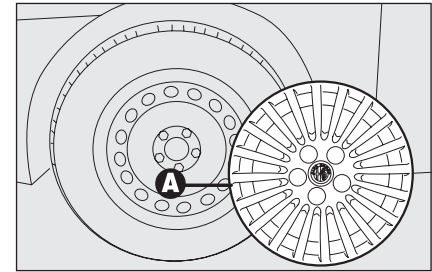

fig. 6
- quite el embellecedor **A-fig. 6** (sólo en las versiones con llantas de aleación);